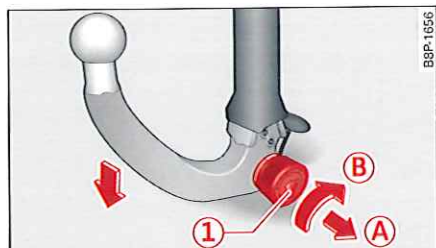
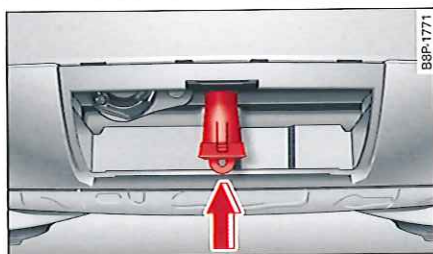

Fig. 163 Dispositif d'attelage amovible : dépose de la boule d'attelage
Fig. 164 Zone du pare-chocs arrière : mise en place de l'obturateur
- ▶ Insérez la clé dans la serrure ① ⇒ fig. 163 de la molette.
- ▶ Maintenez fermement la boule d'attelage et tirez la molette dans le sens de la flèche ①.
- ▶ Tournez la molette en position tirée jusqu'en butée, dans le sens de la flèche ②.
- ▶ Relâchez la molette. Elle se bloque d'elle-même en position de précontrainte ⇒ ③.
- ▶ Enfoncez l'obturateur dans le tube de fixation ⇒ fig. 164.